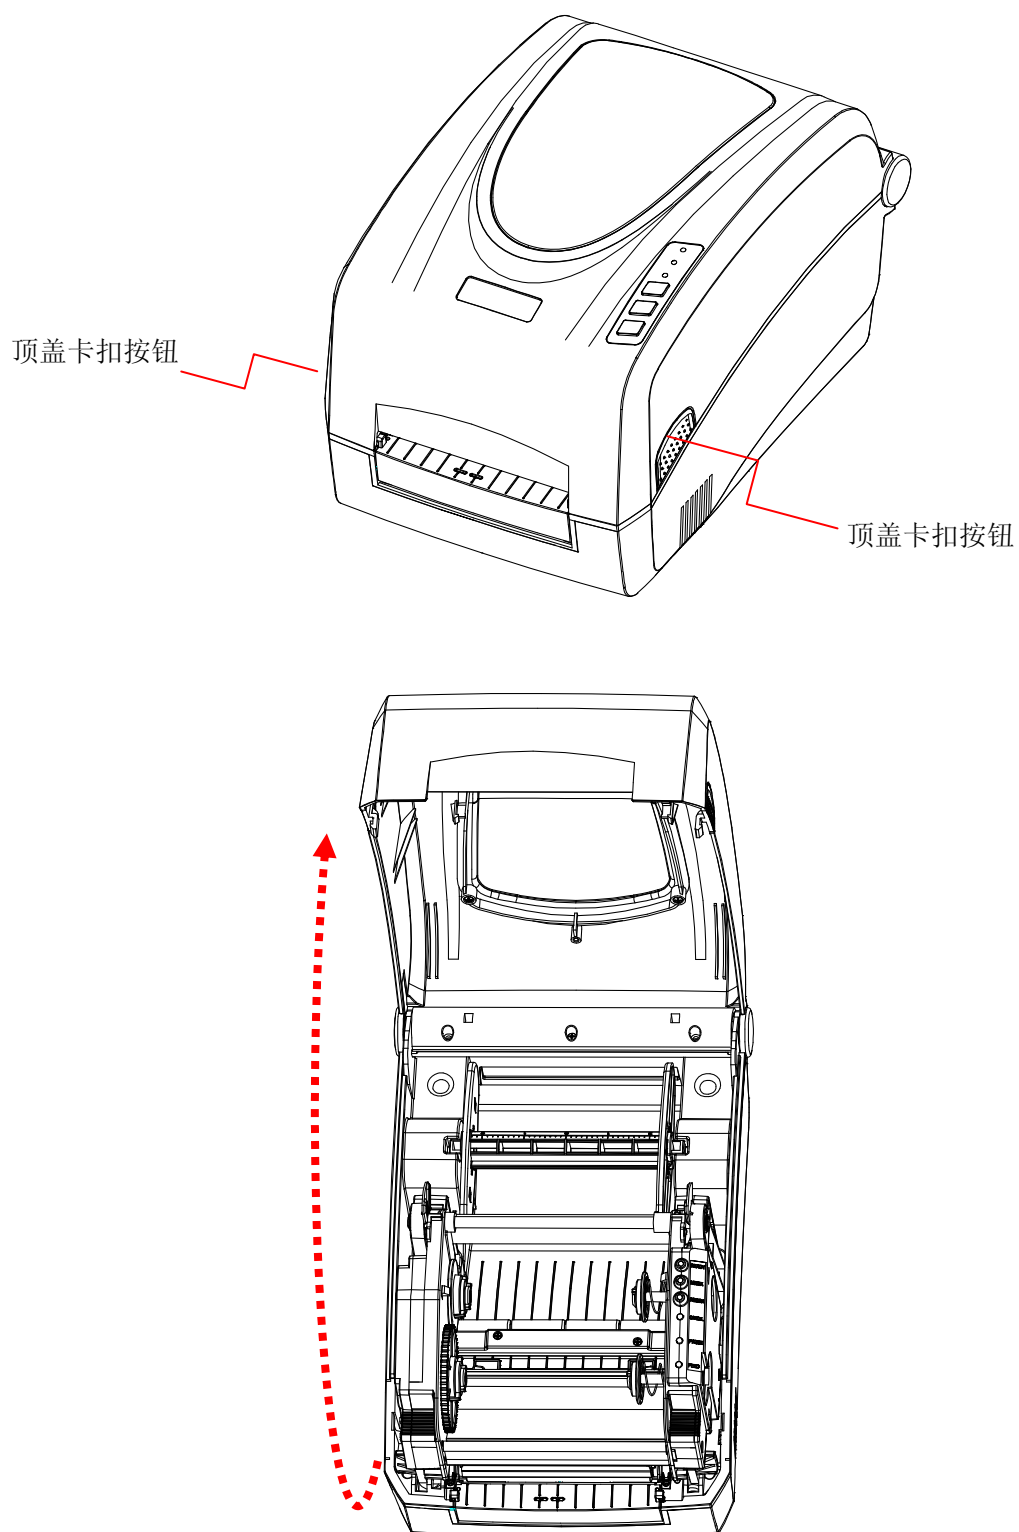

图 5-1
1. 按住两侧的顶盖卡扣按钮, 掀开打印机顶盖(图 5-1);